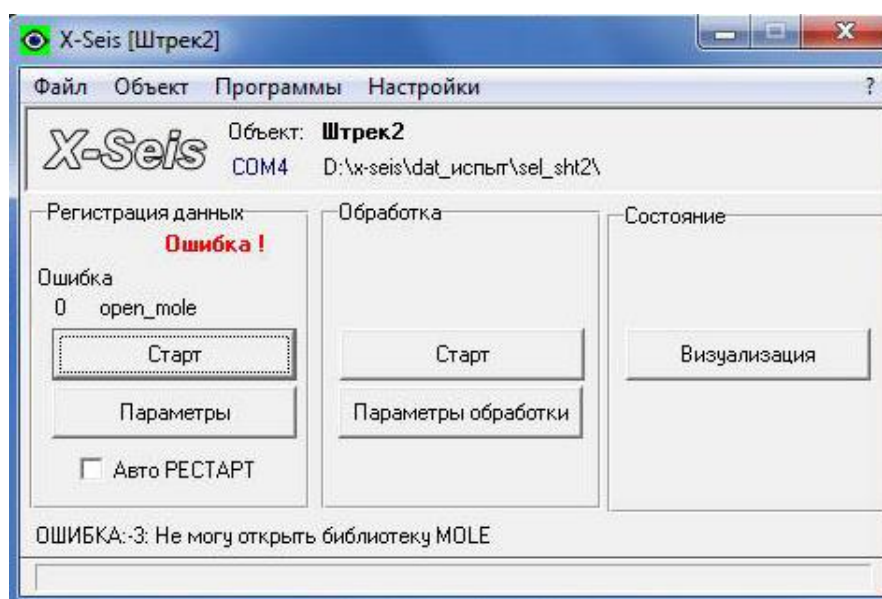

Рисунок 2.4 – Главное окно программы IGT X-Seis
1) запустить модуль визуализации – кнопка “Визуализация” в правой секции окна (рис. 2.4);
2) запустить процесс регистрации – кнопка “Старт” в левой секции окна (рис. 2.4);
3) запустить процесс обработки – кнопка “Старт” в центральной секции окна (рис. 2.4).